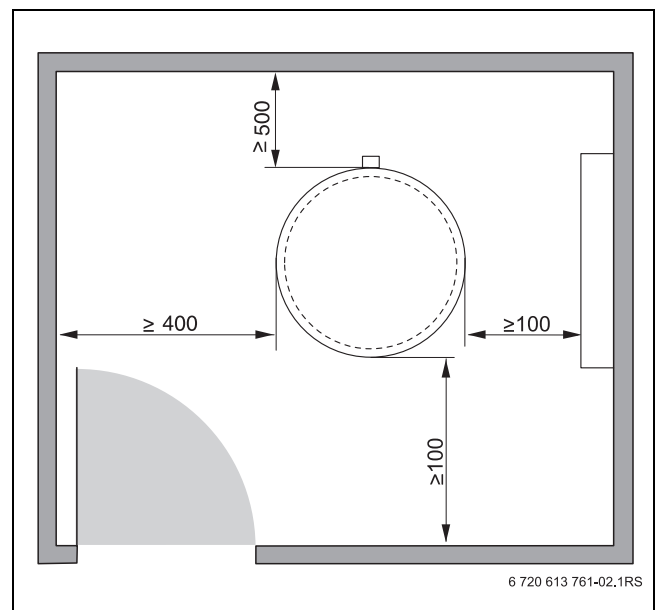

Fig. 3 Distanțe minime față de perete recomandate pentru montaj și întreținere (exprimate în mm)
- ▶ Respectați distanța minimă față de perete (→ Fig. 3, pagina 5).